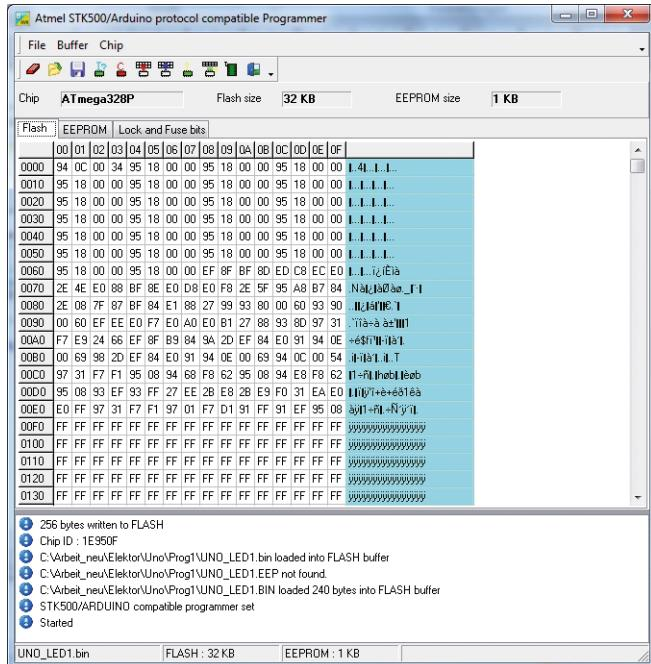

Figure 7.
p. ex. la touche F7. Le programmeur se lance ensuite avec F4 ou avec l'icône verte en forme de CI appelée *Program chip*. Une nouvelle fenêtre s'ouvre (fig. 7) et affiche au format hexadécimal le fichier compilé (UNO_LED1.bin).